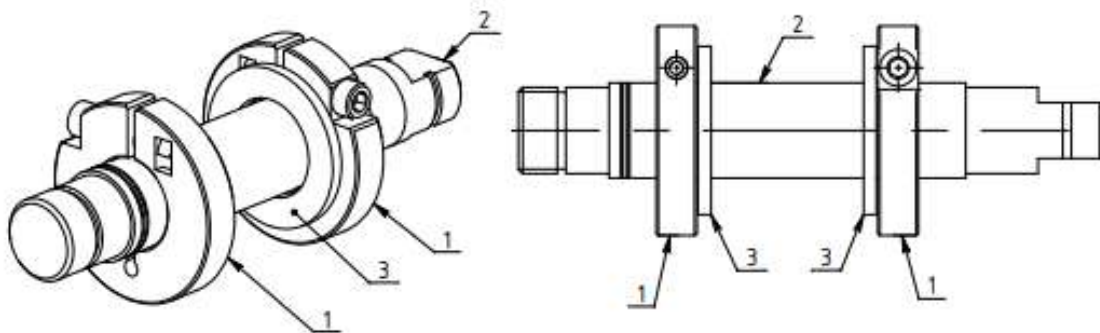
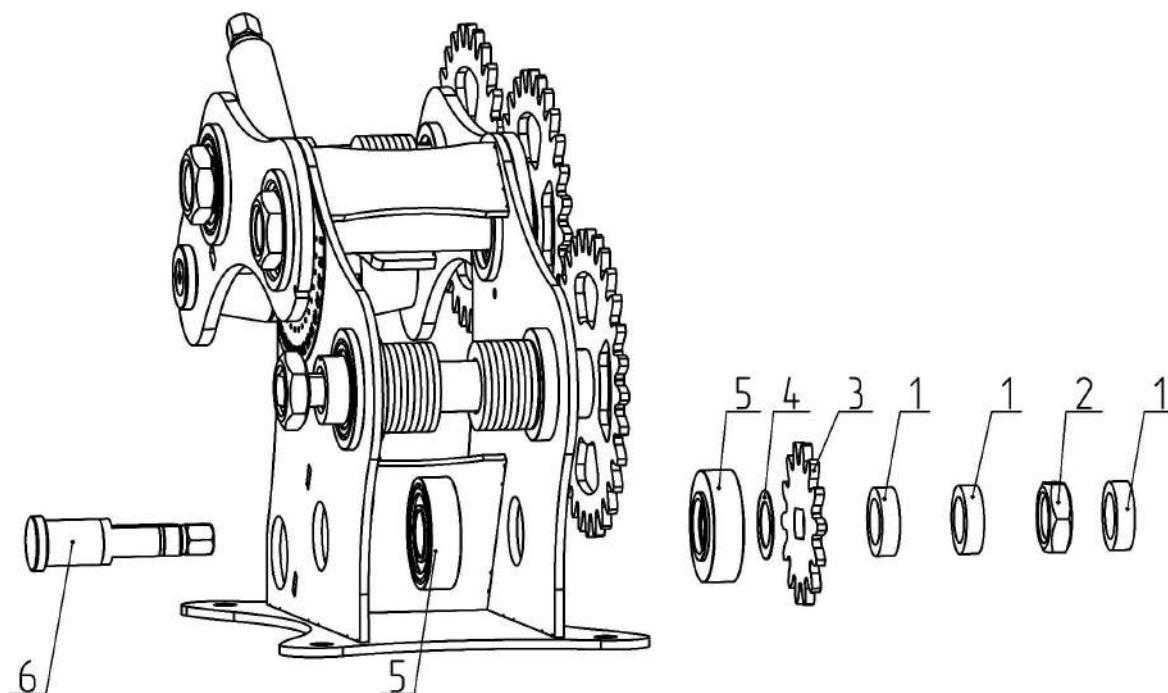

Рисунок 1 - схема установки.
Рисунок 4 — Установка приводной шестерни в трубогиб.
Стопорные кольца устанавливаются с шайбами с внутренним диаметром 22 мм (входят в стандартный комплект к трубогибу), чтобы предотвратить и повысить их срок службы. Шайбы обеспечивают дополнительную защиту от трения профиля со стопорными кольцами (см. Рисунок 1).
В дополнительную поставку трубогиба входит шестерня приводная (13) (см. Рисунок 1). В её комплект входят (см. Рисунок 4): три шайбы (1), гайка (2), два подшипниковых узла (5),